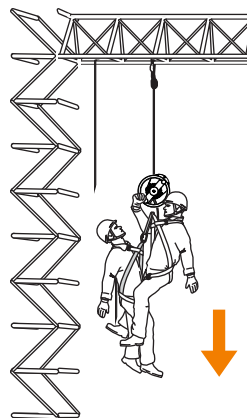

рис. 9
4. Произведите спуск совместно с пострадавшим (рис. 9).